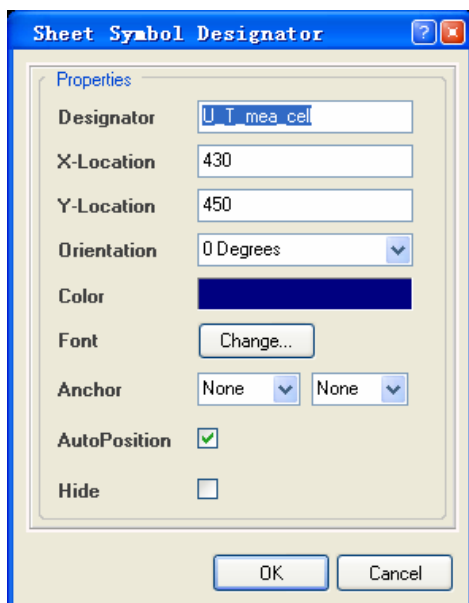

图 4.28 “Sheet Symbol Designator”对话框
(8) 双击子图符号名称“U_T_meat_cell”，打开如图 4.28 所示的“Sheet Symbol Designator”对话框，将“Designator”编辑框内的内容修改为“Repeat(T_meat_cell, 1, 8)”，单击回车键。